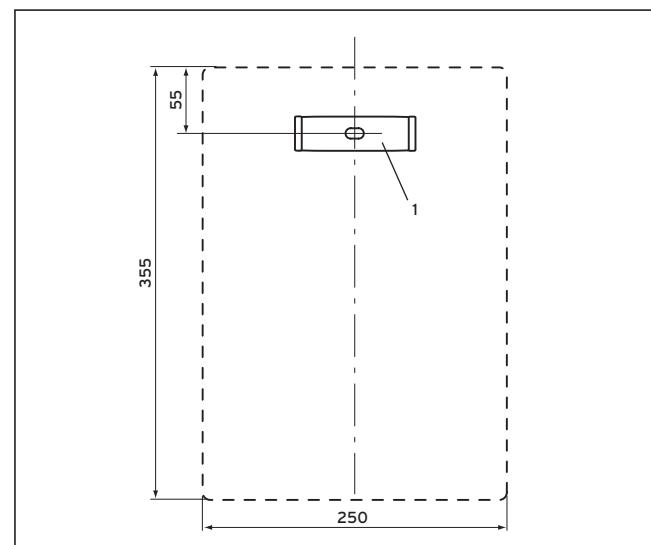

Fig. 2.2 Montajul suportului mural
- Practicăți o gaură pentru diblul din plastic 10x40 mm (vezi fig. 2.2).